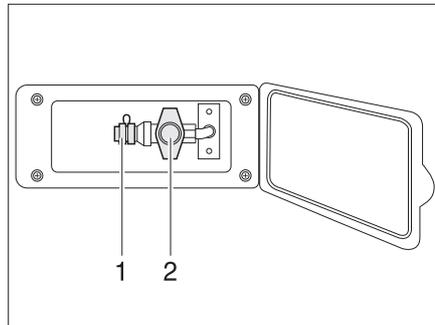

Bild 83 Externer Gasanschluss, Gasabsperrentil geschlossen
Der externe Gasanschluss (Bild 83) befindet sich je nach Modell auf der linken oder rechten Fahrzeugseite.
- Externes Gasgerät an der Anschluss-Stelle (Bild 83,1) anschließen.
- Das Gasabsperrentil (Bild 83,2) öffnen.